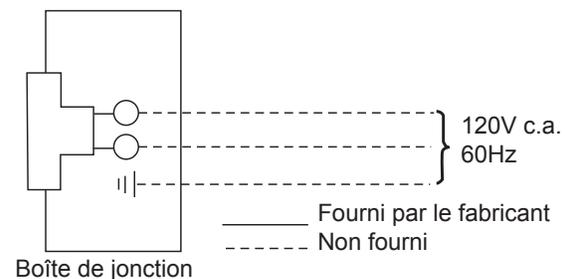

Figure 36 -
3. Le couvercle de la boîte de jonction est muni d'un réducteur de tension de type « romex » installé en usine. Une fois les câbles branchés, acheminez les conducteurs à travers ce réducteur de tension. Reportez-vous au schéma de câblage à la Figure 36.